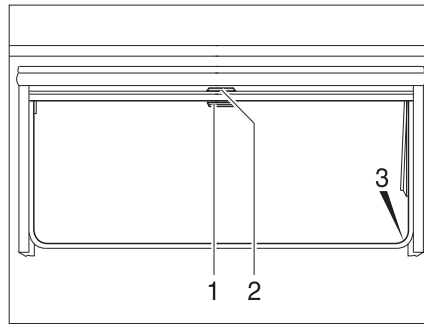

Bild 73 Ausstellfenster
- Verdunklungsrollo am Griff (Bild 73,2) nach unten ziehen. Wenn das Verdunklungsrollo ganz geschlossen wird, das Verdunklungsrollo auf beiden Seiten am Fensterrahmen in die Arretierung (Bild 73,3) einhängen.
- Wenn das Verdunklungsrollo vollständig geschlossen ist: Den Griff (Bild 73,2) nach unten drücken und den Griff dabei leicht nach innen ziehen. Das Verdunklungsrollo aus den Arretierungen links und rechts am Fensterrahmen aushängen.
- Wenn sich das Verdunklungsrollo in Zwischenposition befindet: Den Griff (Bild 73,2) leicht nach unten ziehen, bis sich die Arretierung gelöst hat.
- Insektenschutzrollo am Griff (Bild 73,1) nach unten ziehen und auf beiden Seiten am Fensterrahmen in die Arretierung (Bild 73,3) einhängen.
- Griff (Bild 73,1) nach unten drücken und den Griff dabei leicht nach innen ziehen. Das Insektenschutzrollo aus den Arretierungen links und rechts am Fensterrahmen aushängen.